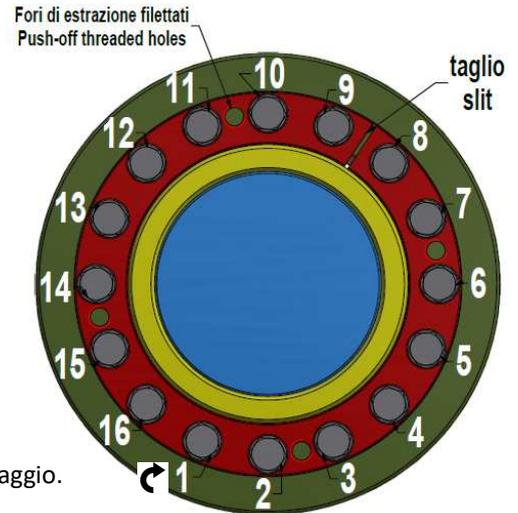

Fig. 4. Esempio di schema di serraggio.
4. Usare una chiave dinamometrica, regolata ad una coppia maggiorata di circa il 5% rispetto alla coppia di serraggio (Ma) di catalogo. **Avvitare progressivamente le viti in più passate, con sequenza oraria o anti-oraria** (fig. 4), **serrando di ¼ di giro circa ad ogni passata, fintanto che non sia più possibile serrare di ¼ di giro.**